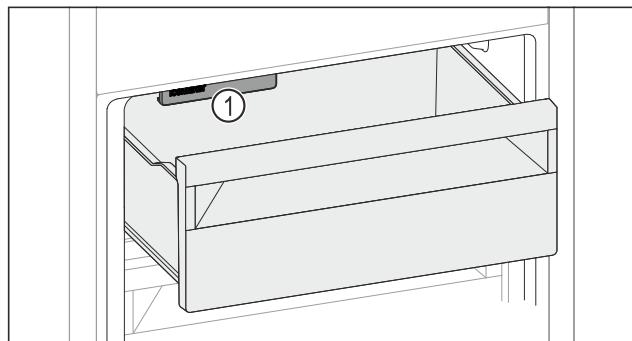

Fig. 126
- Учитывайте IceMaker Fig. 126 (1).